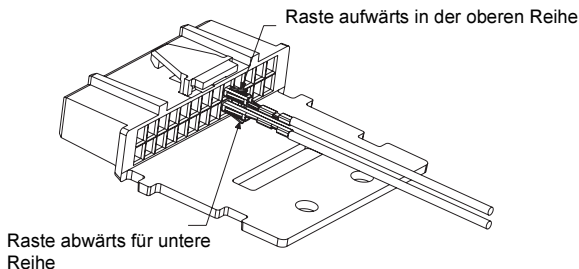

Abb. 3. Terminalausrichtung
- Stecken Sie den Kabeldraht mit Kontaktstift in den Pin Nr. 23 des Zubehöranschlusses wie in *Abb. 3* dargestellt.